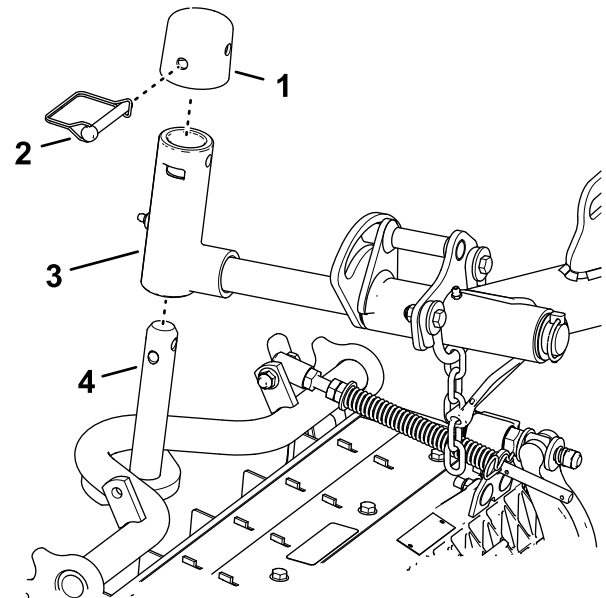

Figura 24
1. Infilate un apparato di taglio sotto il braccio di sollevamento (Figura 24).
**Bloccaggio del perno dell'apparato di taglio per il taglio dell'erba su un pendio**—Bloccate i perni dell'apparato di taglio per impedire la rotazione in discesa degli apparati di taglio durante il taglio su un versante collinare. Utilizzate il foro nell'albero del perno del braccio di sollevamento (Figura 24) per bloccare l'apparato di taglio. Utilizzate l'asola per un apparato di taglio con volante.